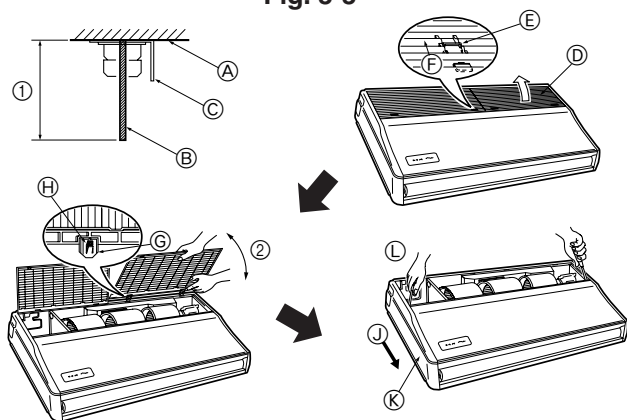

Fig. 3-4
3.2.4. Voorbereidingen van het binnenapparaat (Fig. 3-4)